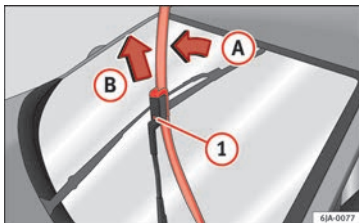

Fig. 69 Les balais d'essuie-glace.
- Retirez le bras d'essuie-glace de la glace en déplaçant légèrement le balai d'essuie-glace dans le sens du bras d'essuie-glace – flèche (A) » fig. 69.
- Avec l'autre main déverrouillez la sécurité (1) et retirez le balai d'essuie-glace dans le sens de la flèche (B).